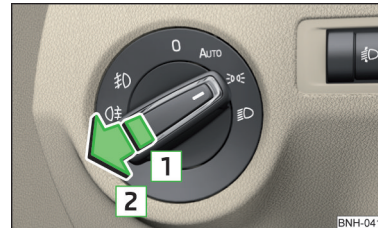

Fig. 47
- Gire el conmutador de luces a la posición **AUTO**,  o  » fig. 47.
- > Gire el conmutador de luces a la posición o **AUTO** o » fig. 47 de la pág. 65.